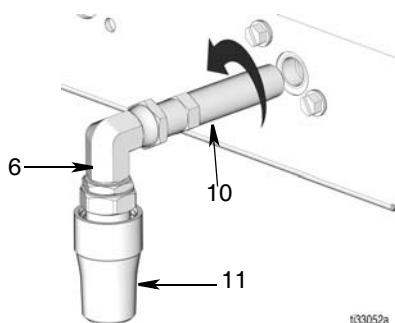

FIG. 21
6. Afloje el conjunto del adaptador de la boquilla (10, 6 y 11) del colector (1).
**NOTA:** El adaptador de la boquilla (10), el codo (6) y la boquilla giratoria (11) no deben desmontarse. Estas piezas pueden desmontarse del colector como un solo conjunto (FIG. 21).